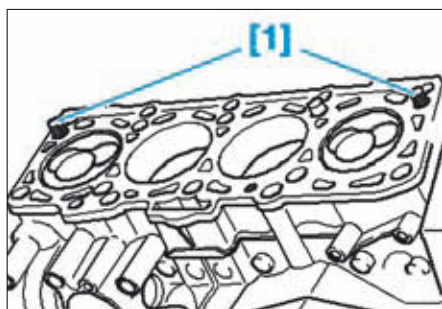

FIG. 78
- [1]. (x2) Centreurs de la culasse Ø M12 (Fig.78).
- Mettre en place les 2 centreurs filetés sur la culasse à la place des deux vis de culasse (Fig.78).